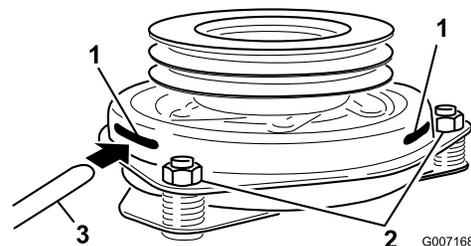

Figura 61
- Inserite uno spessimetro di 0,381–0,533 mm attraverso una fessura d'ispezione sul lato del gruppo. Assicuratevi che si trovi tra le superfici di frizione dell'indotto e del rotore (Figura 61).
- Stringete i dadi di bloccaggio fino a fissare leggermente lo spessimetro facendo però in modo di poterlo muovere facilmente all'interno del traferro (Figura 61).